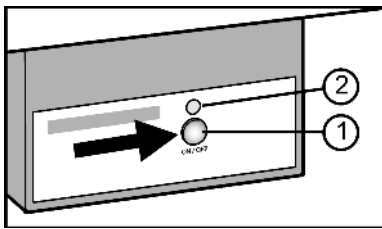

Fig. 13
- ▶ Premere il tasto On/Off Fig. 13 (1) finché si illumina il LED Fig. 13 (2).